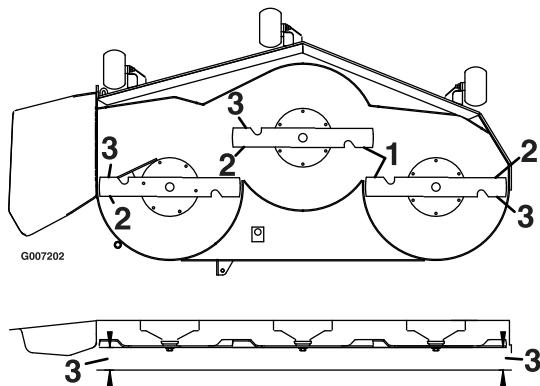

Figura 49
5. Mida entre los bordes de corte exteriores y la superficie plana (Figura 49). Si hay una diferencia de más de 5 mm entre ambas dimensiones, se requiere un ajuste; siga con este procedimiento.
9. Gire cuidadosamente las cuchillas colocándolas perpendicularmente al sentido de avance de la máquina (Figura 49).